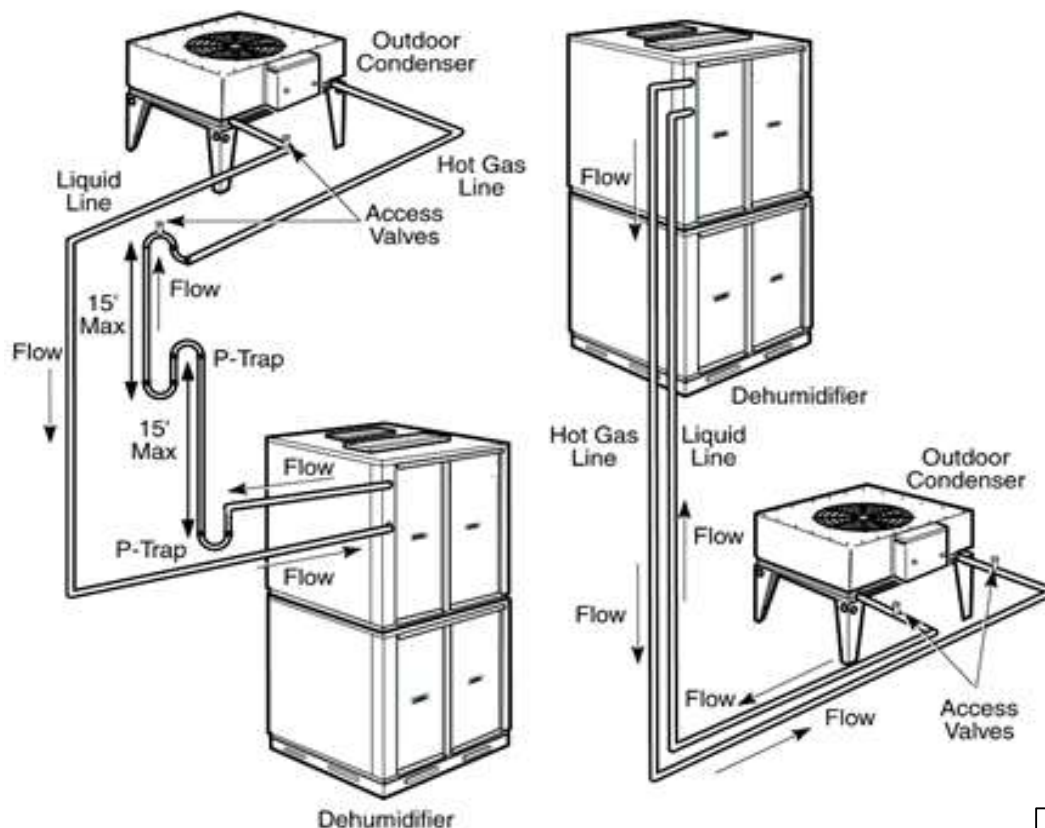

Fig. L-5
- ✓ Si le condenseur est installé **au-dessus** du déshumidificateur, installez un **piège à huile** au début et à tous les **15 pieds** de hauteur de relevage vertical dans la conduite de gaz chaud comme indiqué sur la fig. L-5.
*Notez que les schémas de tuyauterie présentés sur la fig. L-5 ne sont **que des exemples** – la conception, la fourniture et l'installation de la ligne de condenseur réelle ne relèvent pas de la responsabilité du fabricant et doivent être effectuées par un tiers.*